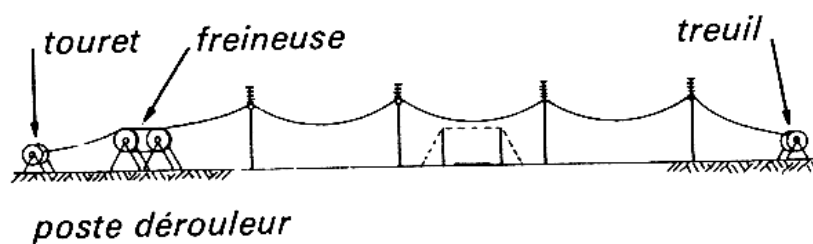

Figure 2.3- Poste - dérouleur
d) **Poste dérouleur** : : (voir figure 2.3)